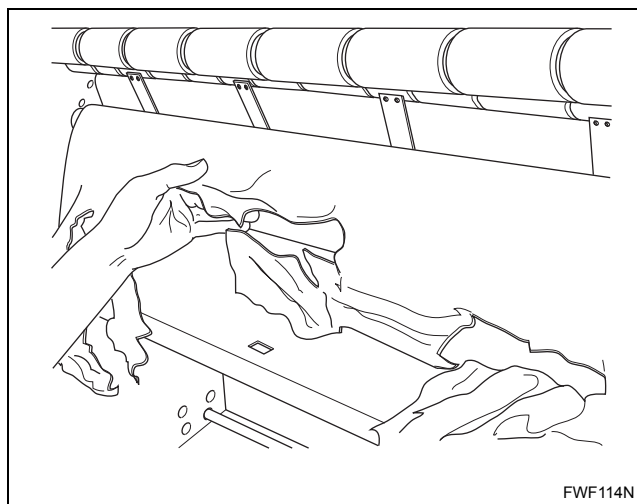

Figura 13
d. Guidare la carta di protezione fuori dalla macchina. Consultare la *Figura 13*.